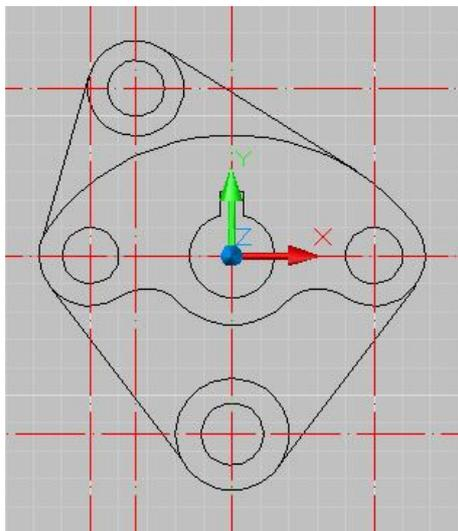

Рис. 13
16. Строим касательные линии. Выбираем команду , далее в боковом меню выбираем **Касательная** и отмечаем 2 точки касания. Для утверждения команды нажимаем **enter**. Аналогично строим 2 сторону (см. рис. 13).